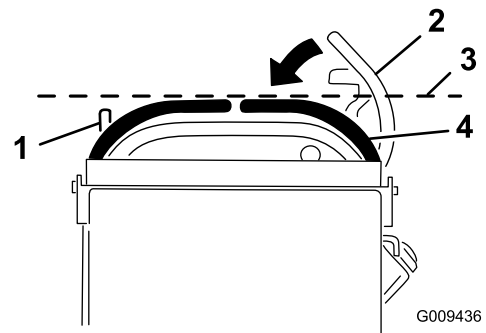

Figure 71
3. Abaissez le levier de commande de déplacement droit pour quitter la position de verrouillage au point mort (Figure 71).
4. Vérifiez s'il s'aligne horizontalement avec le levier de commande de déplacement gauche (Figure 71).